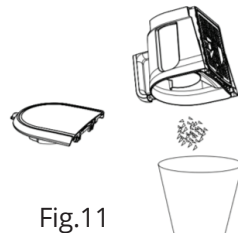

Fig.11
4. Vuelva a colocar la tapa del tanque de polvo después de vaciar introduciendo primero la protuberancia de la tapa en el asa y encajando al tanque hasta que escuche un clic. (Fig. 11).